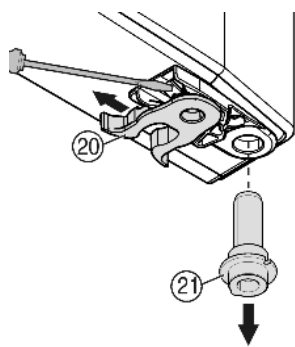

Fig. 9
- ▶ Mutați clema elastică Fig. 9 (20): împingeți în jos ciocul de blocare și extrageți clema elastică peste acesta.
- ▶ Extrageți bulonul lagărului Fig. 9 (21) din bucșa ușii și montați-l pe partea diametral opusă împreună cu șaiba corespunzătoare. Clichetul de blocare trebuie să fie orientat înspre partea interioară a ușii, în timp ce canelura înspre partea exterioară.
- ▶ Trageți ușa în jos și introduceți bolțul lagărului Fig. 9 (21) în suportul de lagăr. Dacă este necesar, rotiți bolțul lagărului, astfel încât acesta să cupleze.